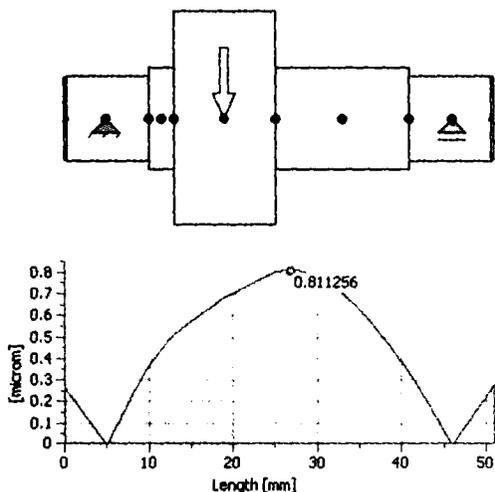

Рис. 8.10. На вкладке Графики показаны результаты расчета
11. Выберите график **Отклонение**, и вы увидите, что для данного вала отклонение составляет 0,811 мкм (рис. 8.10).